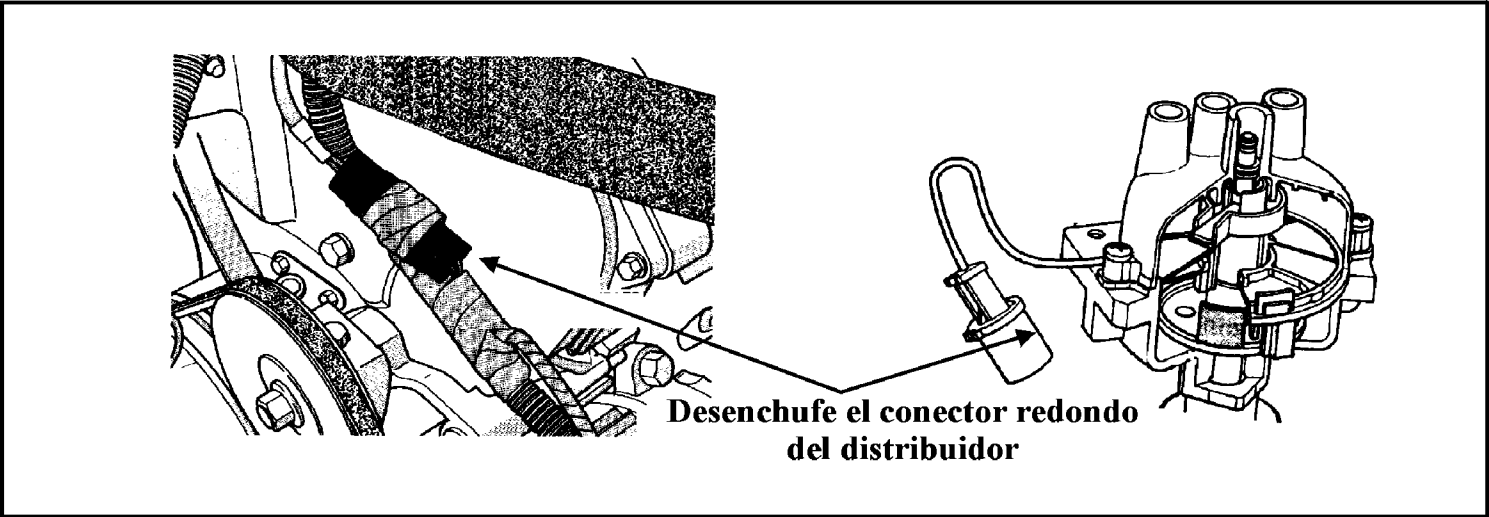
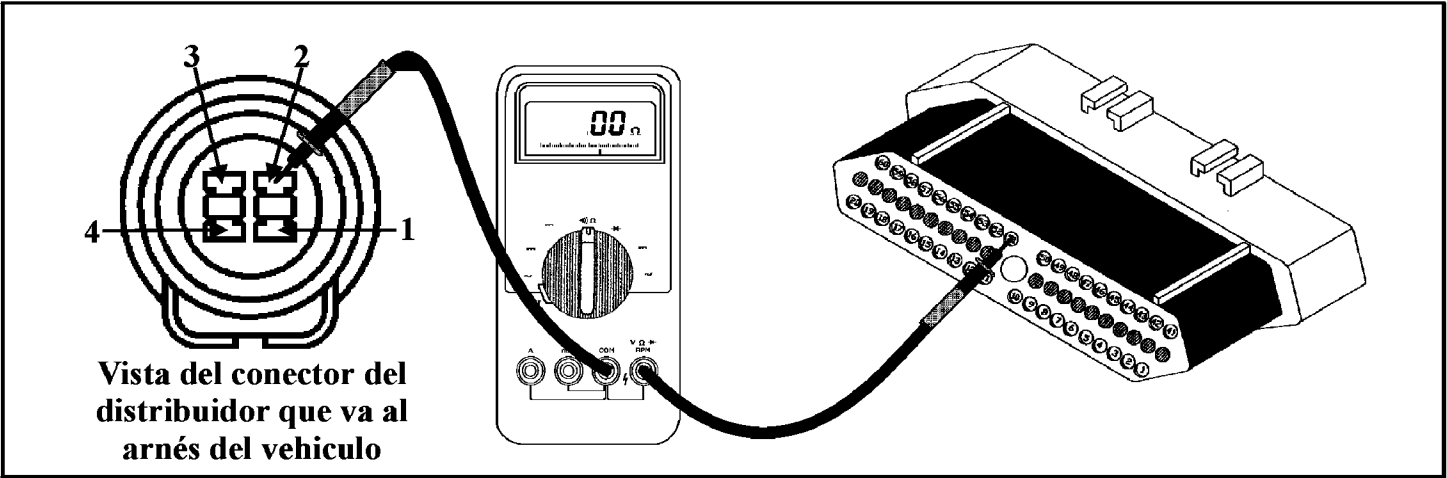

Figura 23
Figura 24
- Vaya al distribuidor y localize el arnés de alambres que sale de su parte baja. Siga el arnés desde el distribuidor hasta llegar a un conector redondo con 4 alambres como se ve en la figura 23. Desconecte éste conector y también el del TCM. Haga una prueba de continuidad desde el terminal 2 en el conector redondo al terminal 51 en el conector del TCM como se ve en la figura 24. Si no hay continuidad, repare el alambre. Si la hay, vaya al proximo paso.